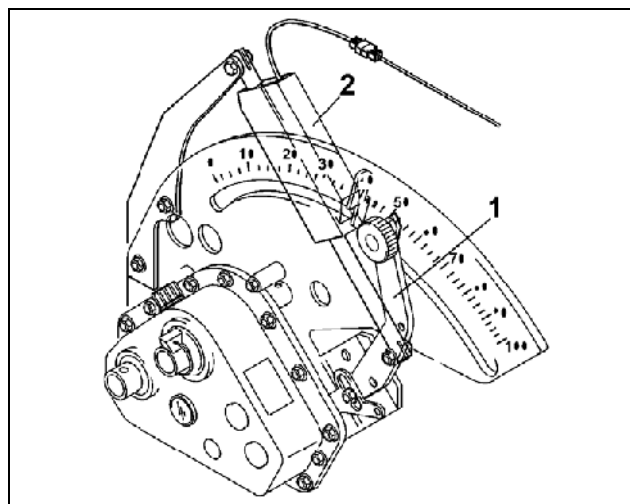

Fig. 78
- Fjernindstilling af såmængde: Gearhåndtaget (Fig. 78/1) benyttes til at indstille såhjuleenes omdrejningstal og hermed bestemme den trinløse regulering af såmængden. Til indstilling af såmængden betjenes servomotoren (Fig. 78/2) til styring af gearet ved hjælp af **AMATRON 3**. Den indstillede mængde kan aflæses i displayet på **AMATRON 3**.